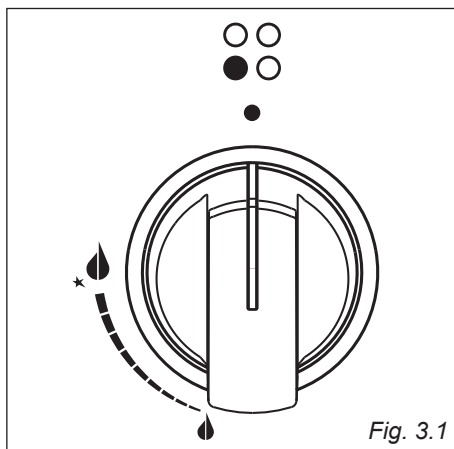

Fig. 3.1
L'afflusso del gas ai bruciatori è regolato da un rubinetto valvolato comandato dalla manopola di fig. 3.1.
- ✓ L'accensione elettrica è incorporata nelle manopole dei bruciatori e si identifica per il simbolo ★ vicino al simbolo  (fig. 3.1).